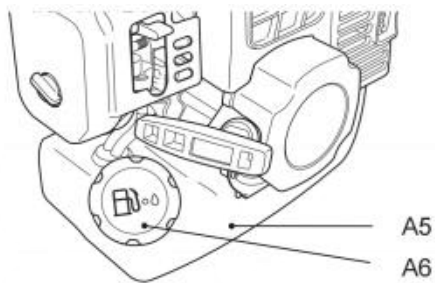

Fig. 25
7. Schroef de dop van de brandstoftank (A6) los en verwijder deze (Fig. 25).